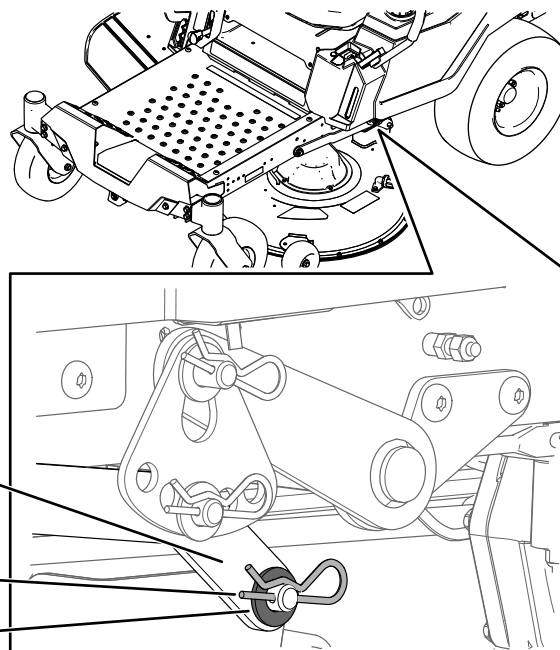

Figure 75
7. D'un côté de la machine, retirez la rondelle et la goupille fendue de l'axe du plateau (Figure 75).
8. Déposez le bras de levage de l'axe du plateau (Figure 75).
5. D'un côté de la machine, soulevez l'arrière du plateau de coupe et installez le bras de levage sur l'axe du plateau (Figure 75).
6. Installez le bras de levage avec la rondelle et la goupille fendue (Figure 75).